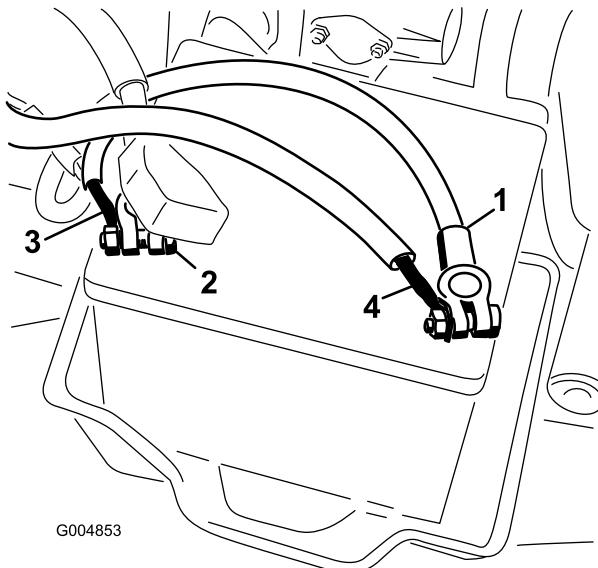

Figure 26
11. Connectez le faisceau d'alimentation à la borne positive de la batterie (Figure 26).
12. Connectez le fil noir à la borne négative de la batterie (Figure 26).